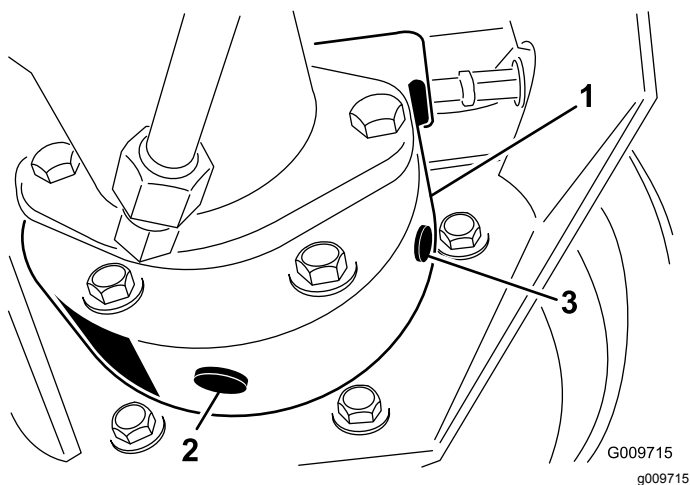

Figura 44
3. Collocate un'altra bacinella sotto la scatola del freno, dall'altro lato della ruota (Figura 44).